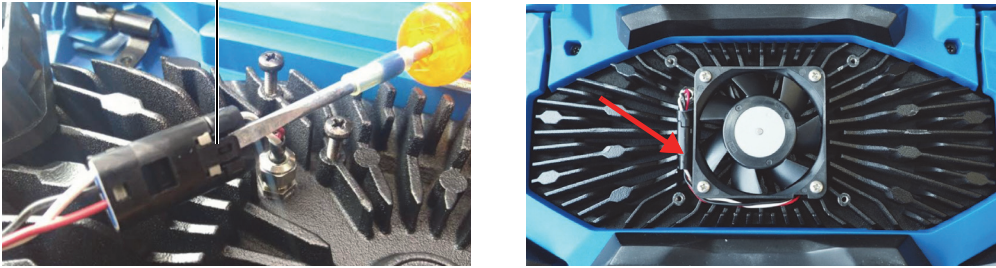

Figura 4-3 Scollegamento del cavo della ventola (a sinistra) e assemblaggio finale (a destra)
3. Se la ventola risulta danneggiata o non funzionante, scollegare con cura il cavo (Figura 4-3 a pagina 59) e sostituire la ventola con una nuova.
4. Se il cavo della ventola è scollegato o rimosso assicurarsi che sia ricollegato correttamente e posizionato per il riassetto delle componenti (Figura 4-3 a pagina 59).